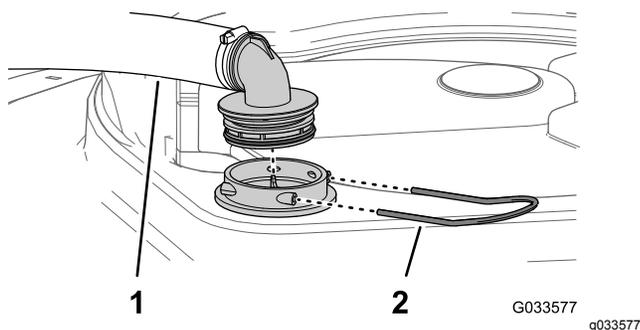

Рисунок 28
2. В верхней части бака опрыскивателя снимите держатель, который крепит шланговый штуцер, подсоединенный к большому шлангу, идущему от корпуса фильтра (Рисунок 28).
3. Отсоедините шланг и шланговый штуцер от корпуса фильтра (Рисунок 28).